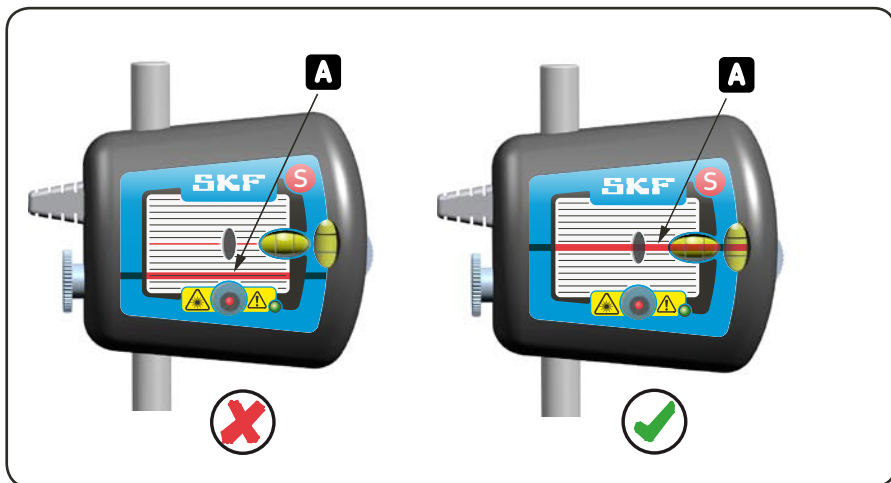

Fig. 11. Rikta in mot måltavlan
- b) Rikta laserlinjerna så att de träffar måltavlans centrum på den motsatta mätenheten (fig. 11).